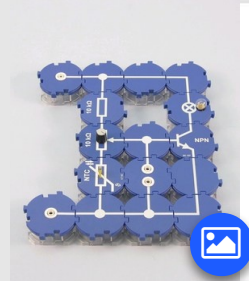
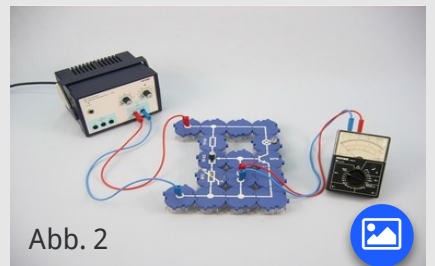

Abb. 1
Abb. 2
- Bau den Versuch nach Abb. 1 und Abb. 2 auf.
Warum leuchtet die Lampe nicht mehr, wenn sich der NTC-Widerstand im unteren Teil des Spannungsteilers befindet (Abb. 1) und erwärmt wird?